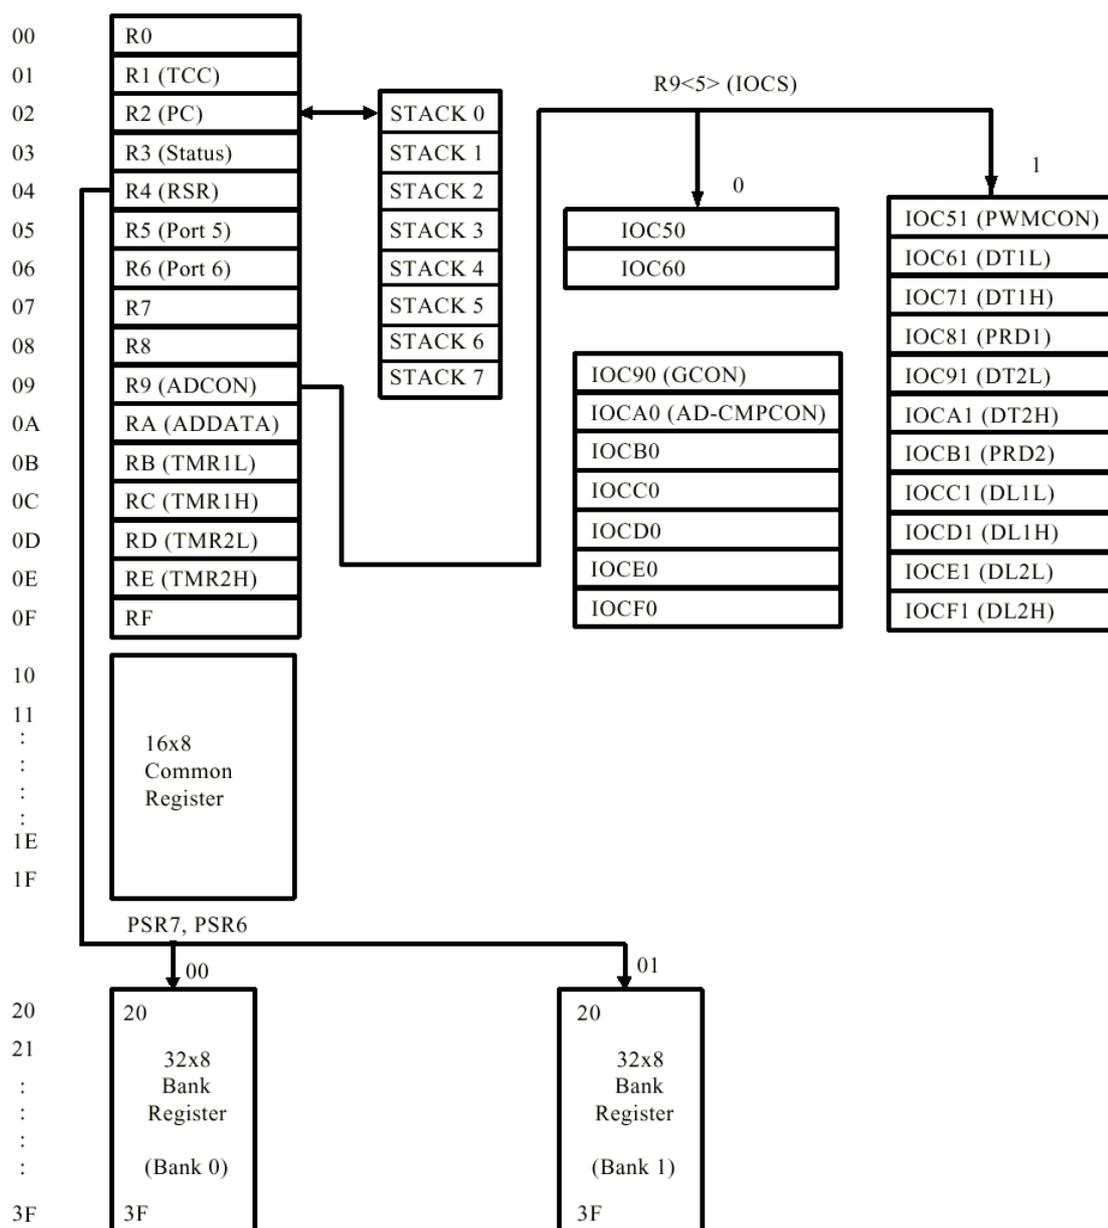

图 4 数据寄存器组成
- ◆ R2 与硬件堆栈为 12 位宽, 结构如图 4 所示。
- ◆ 第 4 位 (T) 溢出位，执行 SLEEP 或 WDTIC 指令或上电后置 1，WDT 溢出时清 0。
- ◆ 第 3 位 (P) 低功耗位，执行 WDTIC 指令或上电后置 1，执行 SLEEP 指令后清 0。
- ◆ 第 2 位 (Z) 零标志位，当算术运算或逻辑运算结果位 0 时该位置 1。第 1 位 (DC) 辅助进位标志。
- ◆ 第 0 位 (C) 进位标志。
- ◆ 参见图 4 所示数据存储结构。